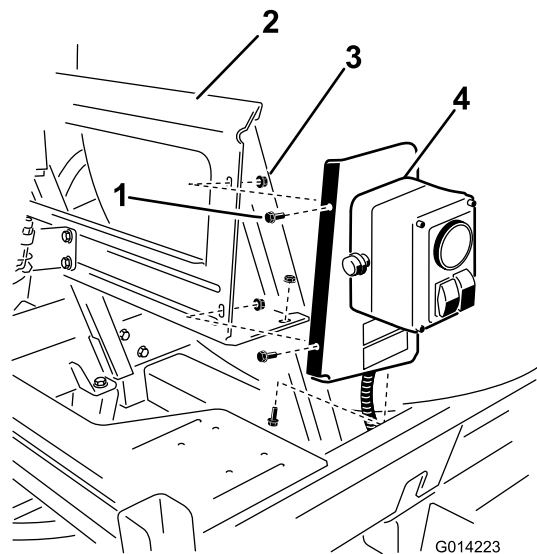

Bild 6
2. Befestigen Sie die Teile mit drei Schrauben (1/4" x 5/8") und drei Sicherungsmuttern (1/4") an der Befestigungshalterung, wie in Bild 6 dargestellt.